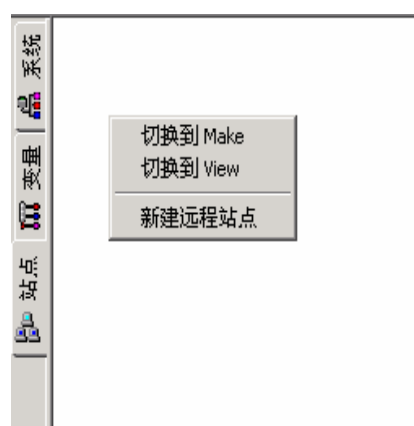

图 11-4 新建远程站点菜单
- 2、单击工程浏览器窗口最左侧“站点”标签，在站点编辑区中单击鼠标右键，在弹出的下拉菜单中执行“新建远程站点”命令，如图 11-4 所示：